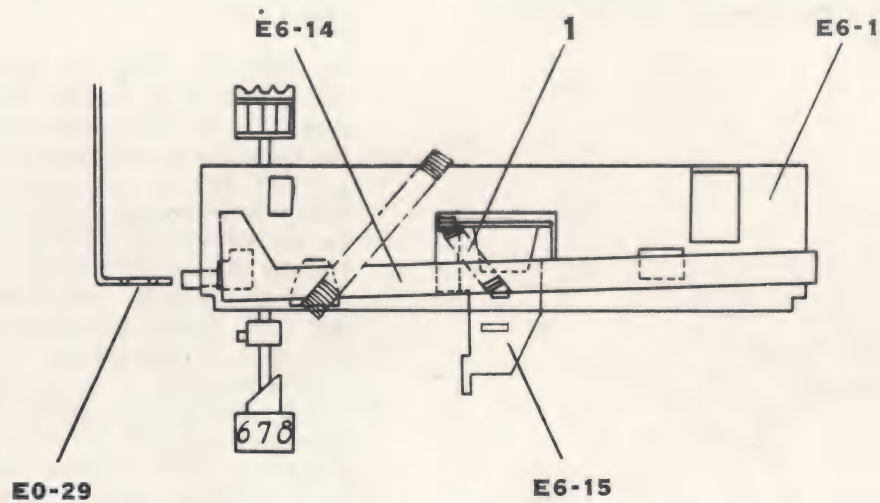

FIG. 10
- 1) Die Feder (pos. 1), die die Divisionslöschklinke E6-15 mit dem Divisionsanschlag E6-14 verbindet, ist zu schwach, so dass die Divisionslöschklinke während eines Divisionsvorganges den Divisionsanschlag auslöst, wodurch die Funktionstaste nicht verriegelt wird. Eine neue kräftigere Feder E6-27 einbauen. Siehe Fig. 10.
Der Anschlagarm wird so justiert, dass ein richtiger Eingriff gesichert wird. Siehe Fig. 10.